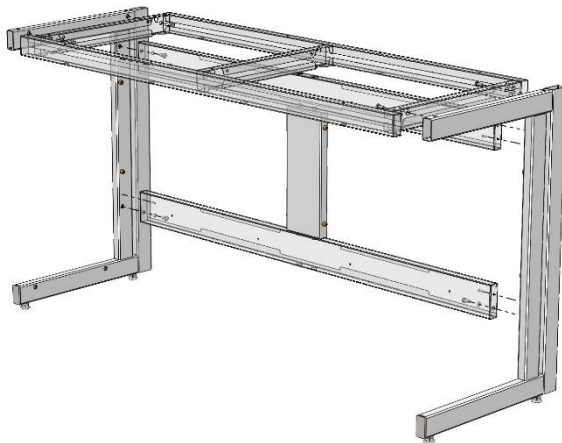

Рис. 3
4. Соединить боковины с верхней рамой и распорками каркаса, используя болты М8х16, пружинные шайбы 8 и предусмотренные в боковинах заклёпки-гайки М8. Зафиксировать с помощью самореза с буром 4,8х16 (Рис. 3)